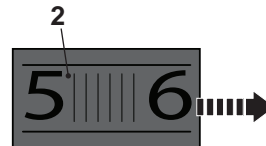

Fig. 12
3. Girar el regulador de velocidad (2) hacia la derecha (visto desde la posición del operario) para disminuir la velocidad máxima (Fig. 12). Para lijar con correas de grano grueso para eliminar pinturas y barnices, es adecuado un nivel más bajo.